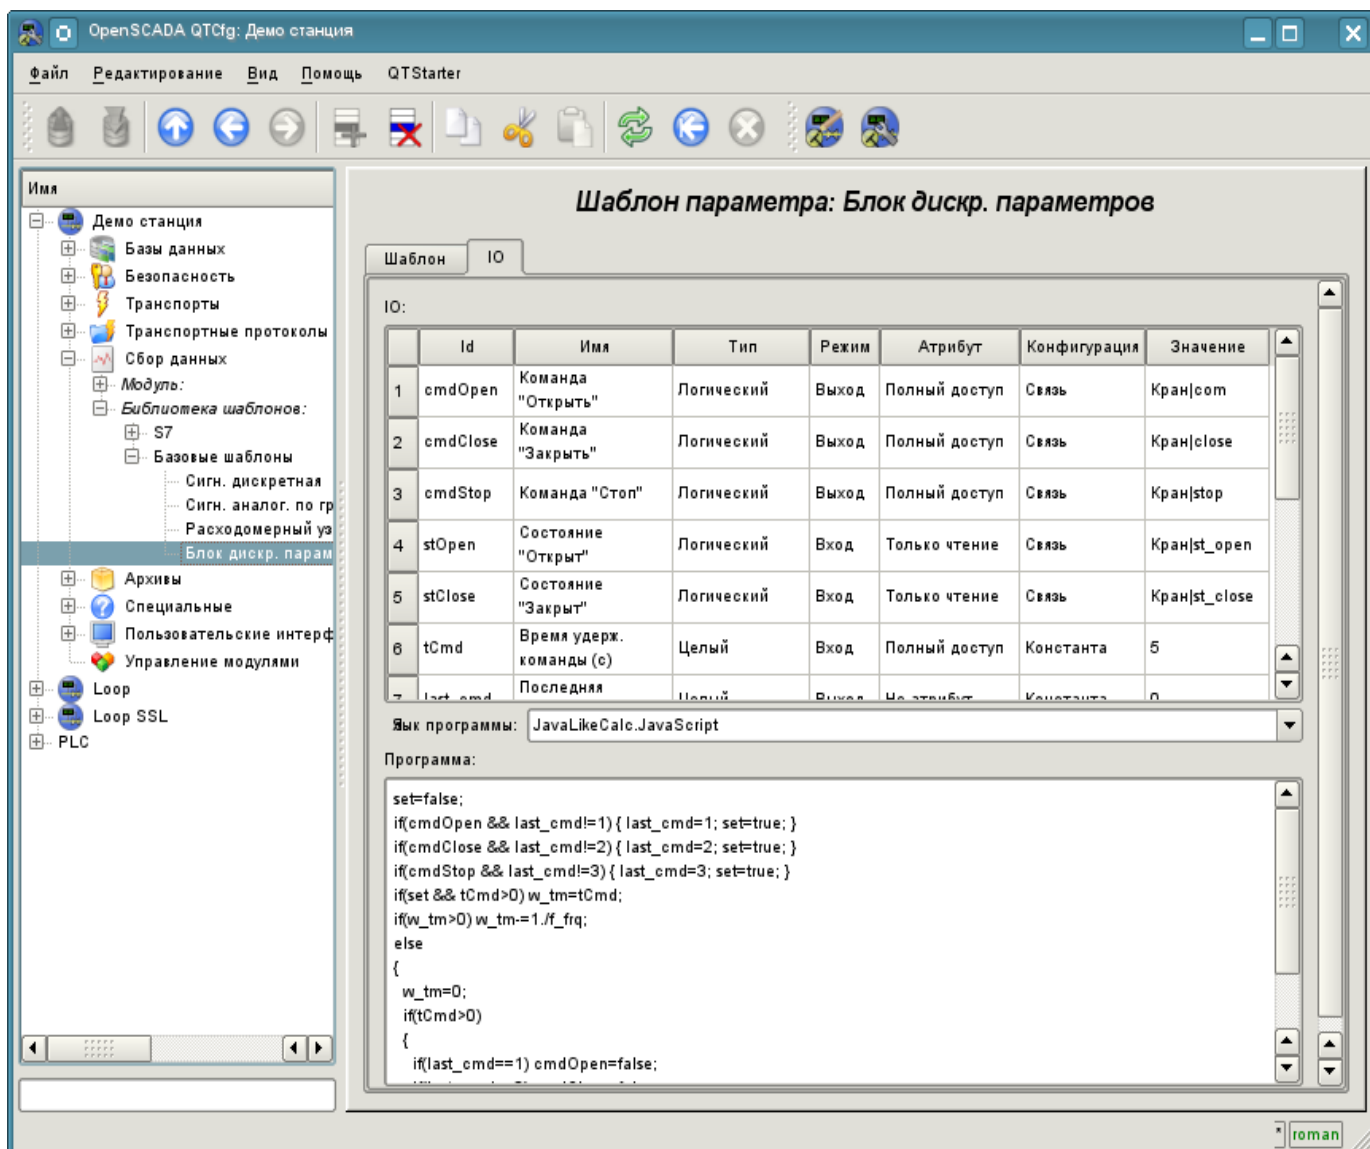

Рис. 4.5g. Вкладка конфигурации атрибутов и программы шаблона подсистемы "Сбор данных".
Вкладка "IO" (рис.4.5g) содержит конфигурацию атрибутов (IO) шаблонов и программу шаблона на одном из языков пользовательского программирования OpenSCADA, например, DAQ.JavaLikeCalc.JavaScript. В таблицу атрибутов шаблона пользователь может, посредством контекстного меню, добавить, вставить, удалить, передвинуть вверх или вниз запись атрибута, а также отредактировать поля атрибута: